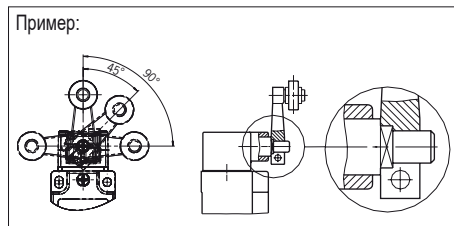

Рис. 2. Вертикальная установка исполнительного ключа
▶ Исполнительный ключ (баланси́р) должен крепиться на приводном валу с геометрическим замыканием. Квадраты на исполнительном ключе и приводном валу должны зацепляться (см. рис. Рис. 2).